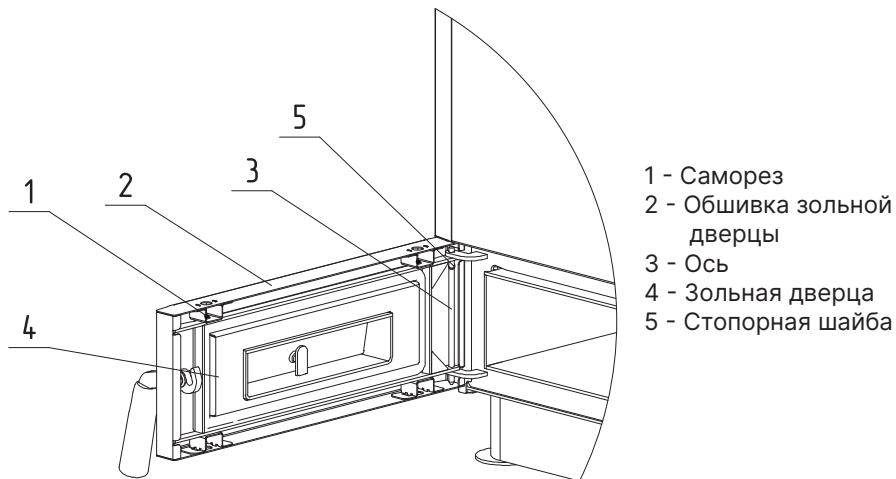

Рис.5 Устройство зольной двери ZOTA Тополь-М
1. Открутите 4 самореза (**Рис.5, поз.1**);
2. Откиньте обшивку дверцы (**Рис.5, поз.2**);
3. Снимите стопорную шайбу с оси (**Рис.5, поз.5**);
4. Извлеките ось (**Рис.5, поз.3**);
5. Снимите дверцу зольную (**Рис.5, поз.4**);